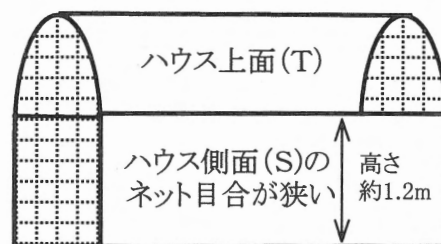
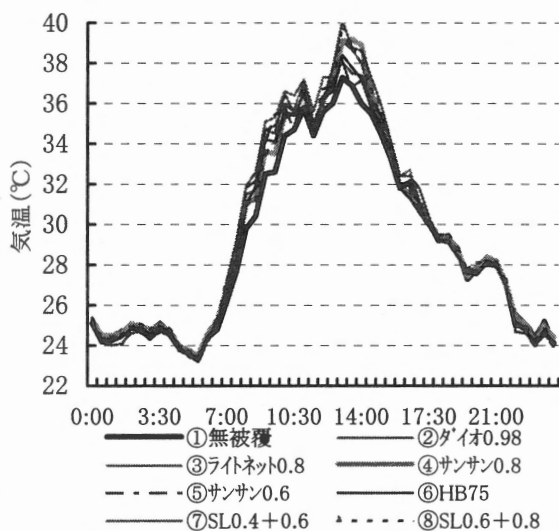

図1 改良ネットハウス区の展張方法
図2 ネットハウス内気温の推移(9月13日)
- 2) ネットハウス内の気温は高温期の日中で 2℃前後高くなる。しかし瞬時的な変動も大きく、風速の影響が強いと考えられる。日平均気温は資材によって若干異なるが 0.5℃前後高くなる (図 1, 図 2)。